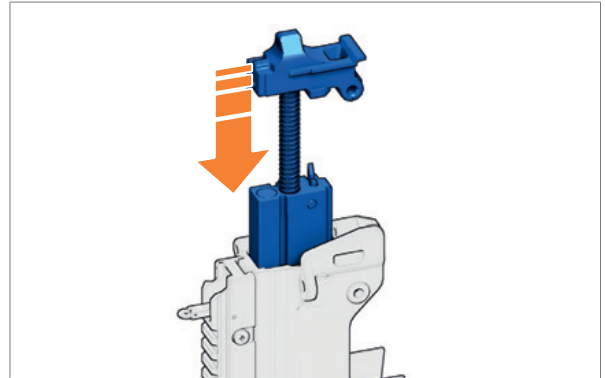

Abb. 123: Verschluss in das Gehäuse einsetzen
3. Verschluss und Bodenstück in das Gehäuse einsetzen (Abb. 123).